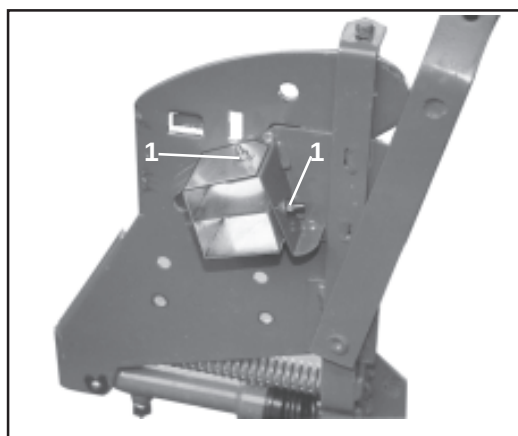

Fig. 10.24
- Märk ut de 2 hålen, borra med **9 mm** borrar och skruva fast med vagnsskruv M 6 (fig. 10.24/1).